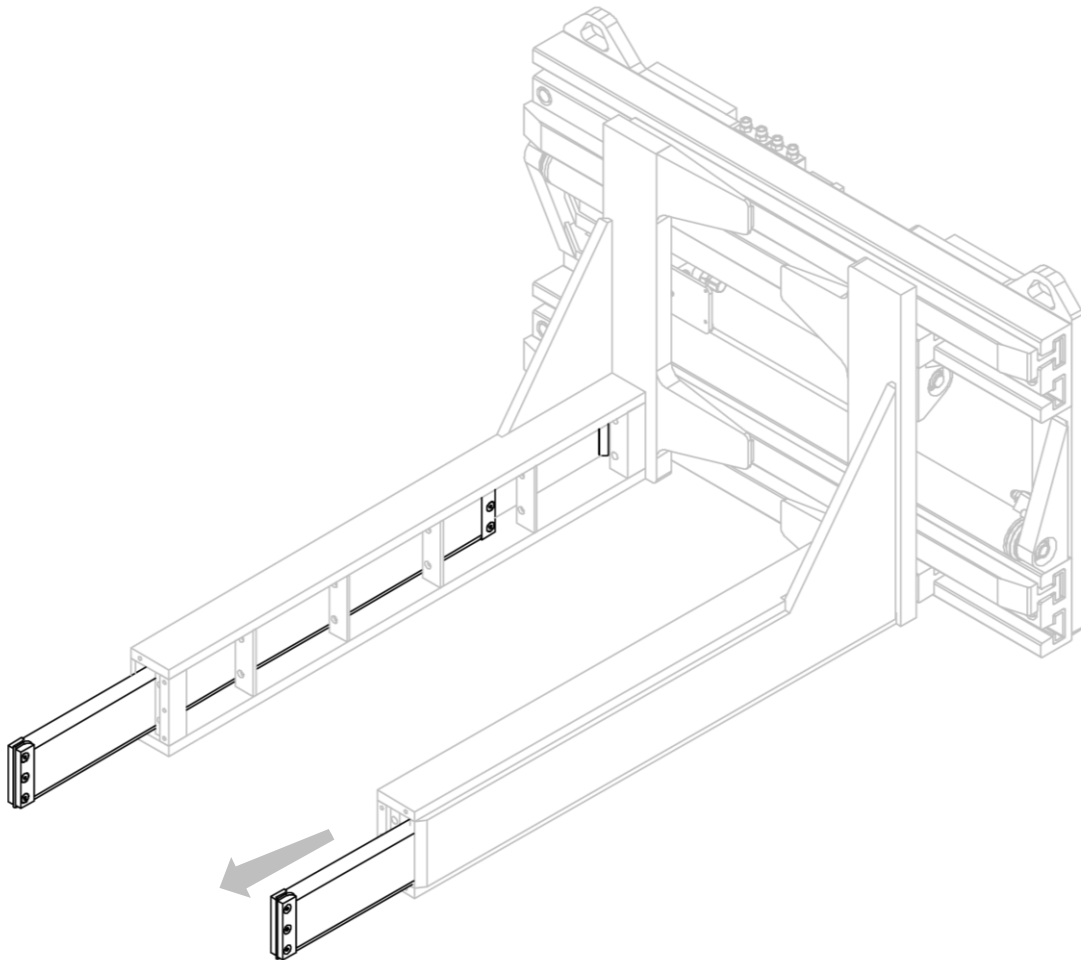

Figura 35
2. Quitar los pulmones en goma (mira *Figura 35*).